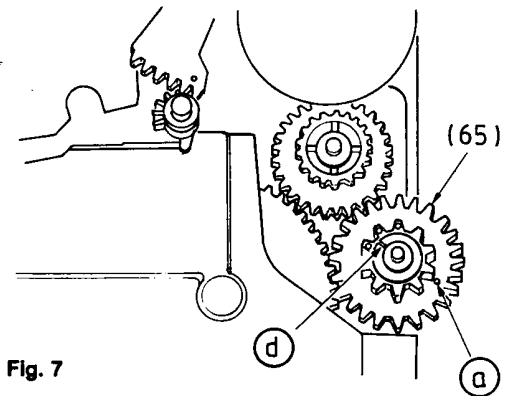

Fig. 7
- Lage des Markierungslochs (a) oder der -nase (d) des Zwischenrades (65) merken (Fig. 7).
- Capstanrotor im Uhrzeigersinn drehen bis das Zwischenrad (65) eine Umdrehung gemacht hat (Fig. 7).
- Note the position of the hole (a) or the marking lug (d) of the connection gear (65) (Fig. 7).
- Turn the capstan rotor clockwise until the connection gear (65) has turned one complete circle (Fig. 7).